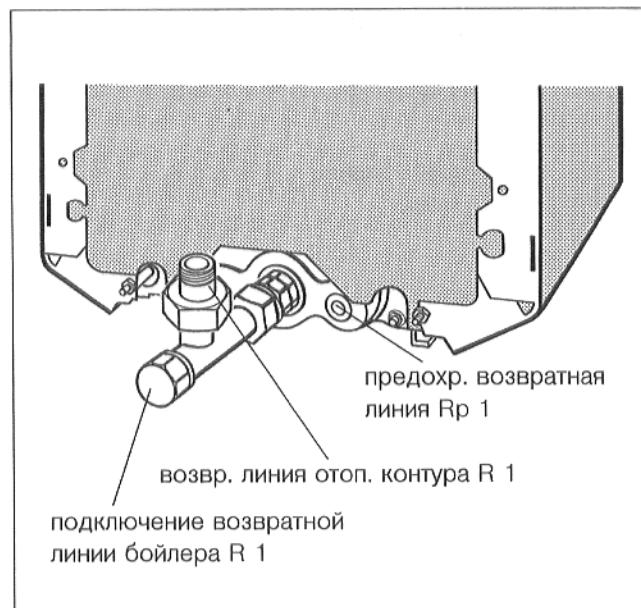

Рис. 12
7.1 Возвратная линия (рис. 12)
7.3 Предохранительная возвратная линия и подводящая линия (рис. 12 и рис. 13)
7.4 Подключение возвратной линии и подводящей линии бойлера (рис. 12 и рис. 13)